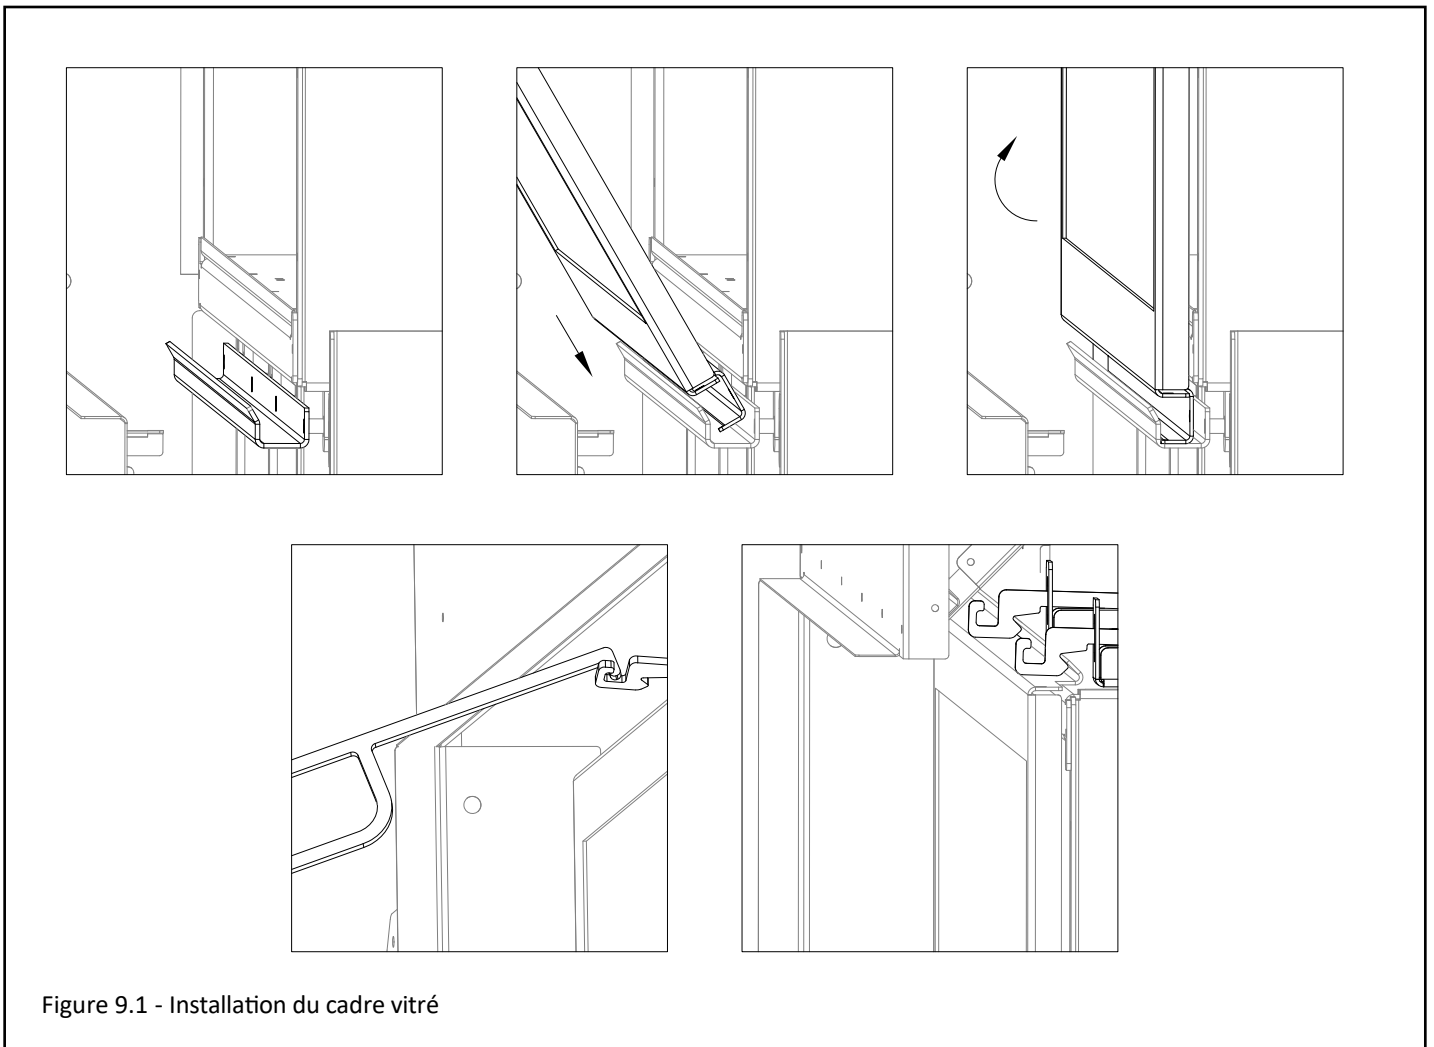

Figure 9.1 - Installation du cadre vitré
1. Inclinez le haut du cadre vitré tel que montré à la Figure 9.1. Alignez la rainure au bas du cadre vitré sur le rail-support au bas du foyer, tout en ramenant à la verticale le haut du cadre vitré pour le mettre en place.